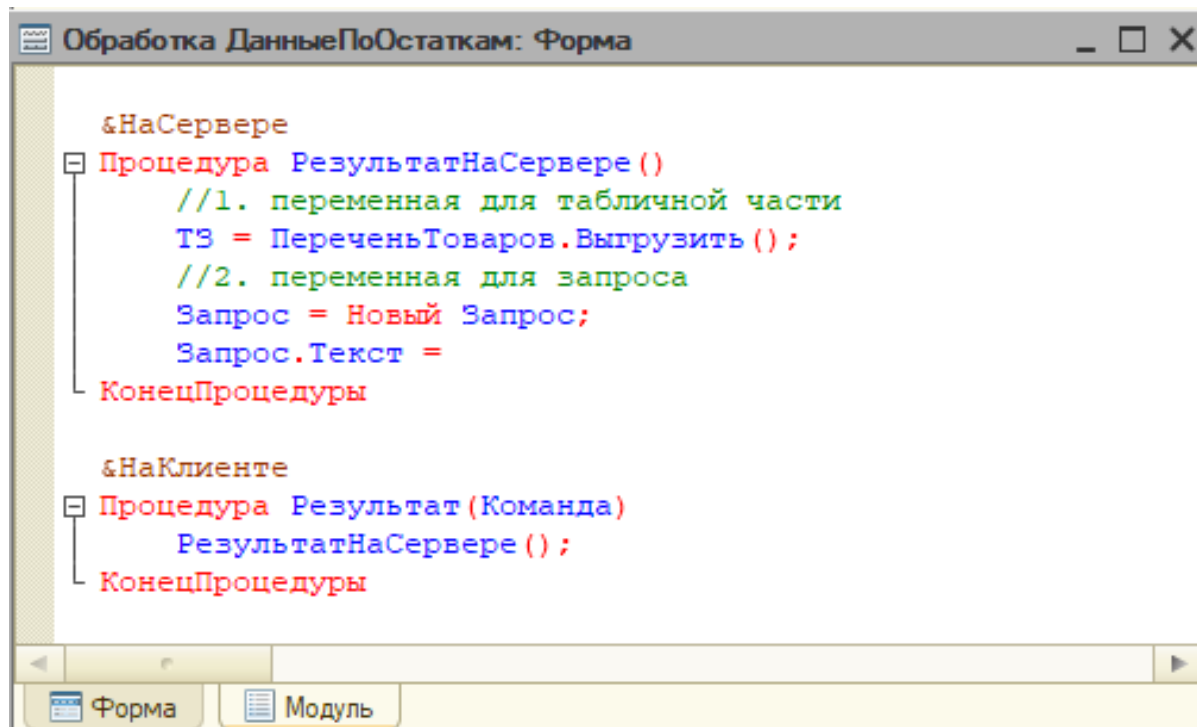

Рис. 5.52. Переменная для конструктора запроса
4. Далее необходимо в процедуре «РезультатНаСервере» написать запрос и программный код, описывающий работу кнопки. Перейдем в окно модуля формы и укажем переменные, которая примет все параметры (рис. 5.52).